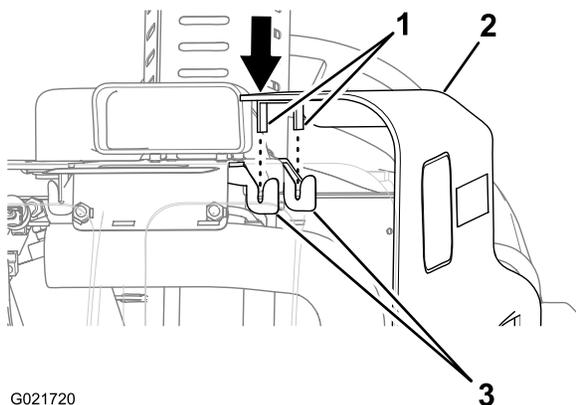

Figura 37
2. Alinhe as linguetas na parte superior do painel lateral com seus respectivos suportes na máquina (Figura 37).